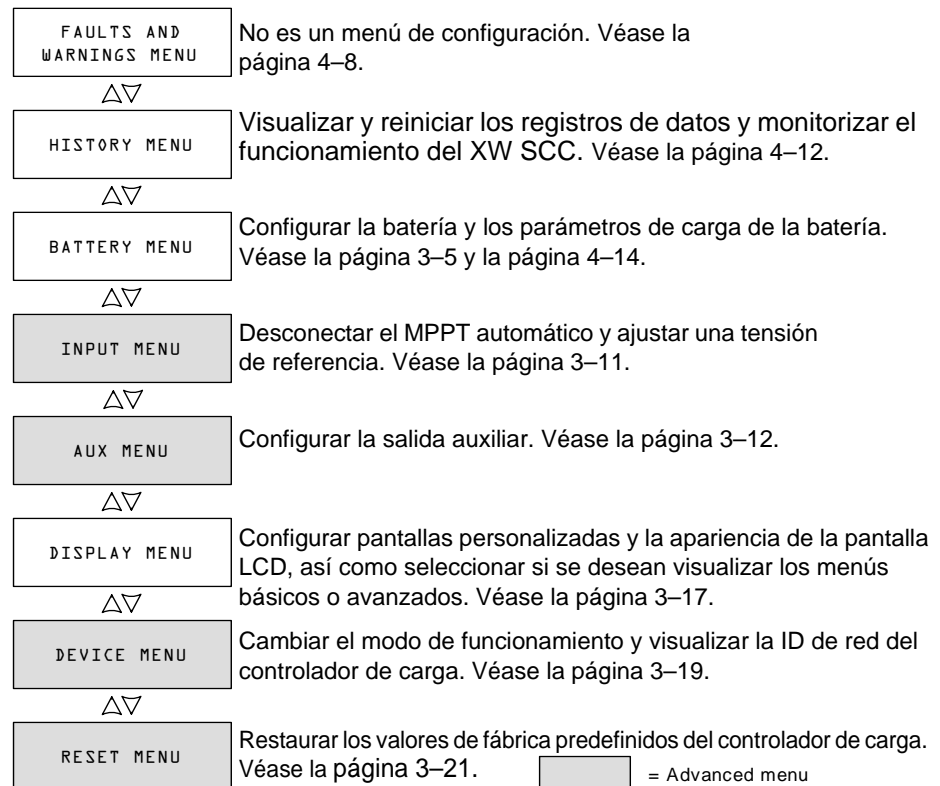
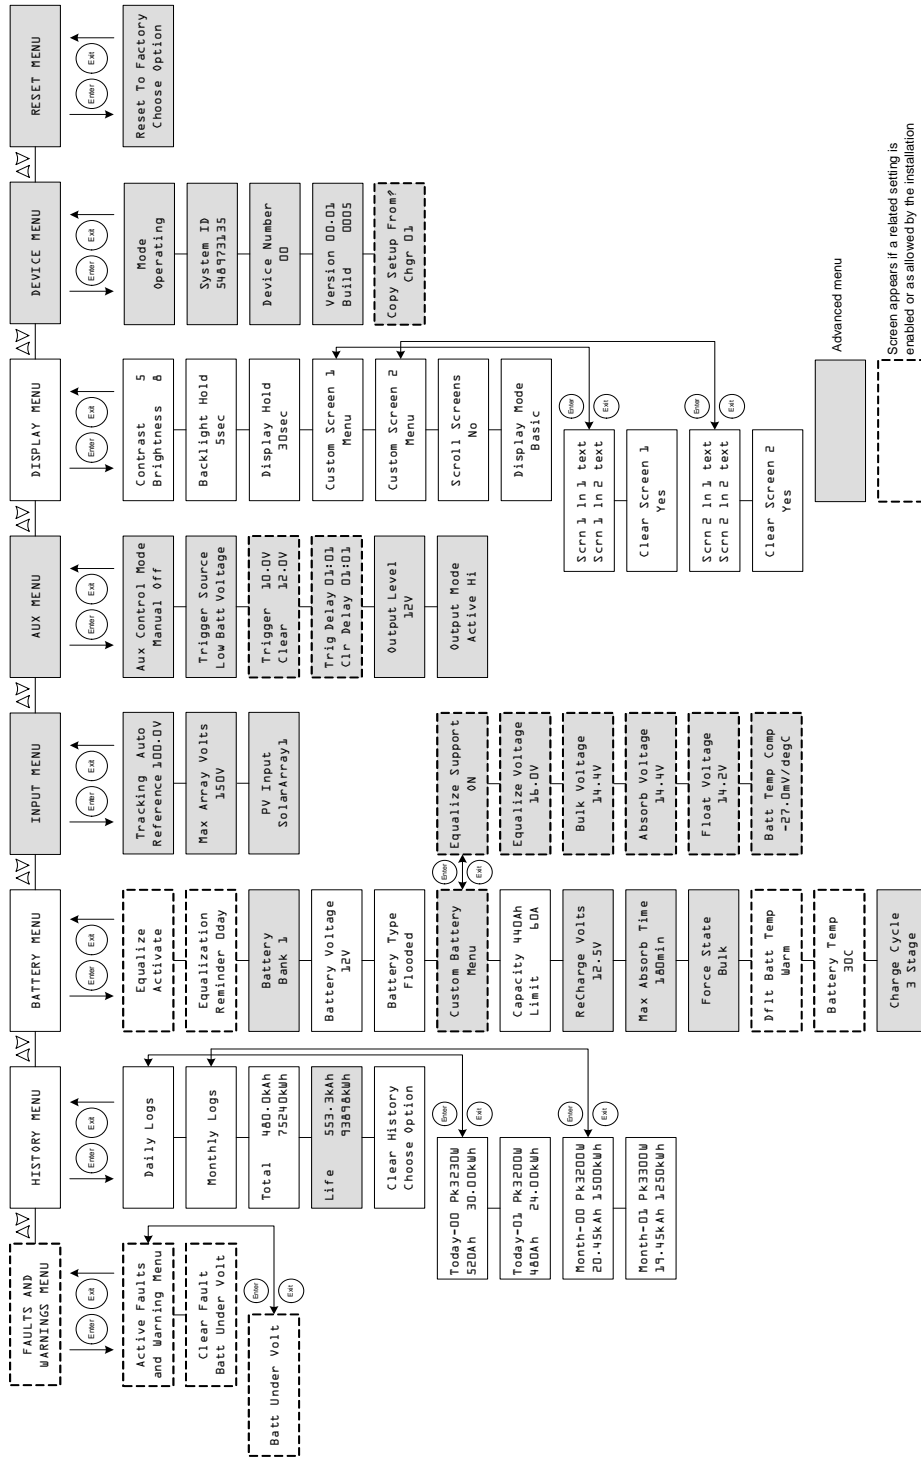

Figura 3-1 Pantallas de selección del menú Configuration (configuración)
Figura 3-2 Menús de configuración completos
**Nota:** Si necesita comprobar el número de dispositivo de la unidad que configuró anteriormente, diríjase al menú Device y vaya a la pantalla Device Number. Véase Figura 3-2, “Menús de configuración completos” en la página 3-4. Tenga en cuenta que el menú Device solamente es visible cuando Display Mode (modo de visualización) está configurado como Advanced (avanzado).
Los menús de configuración y monitorización del funcionamiento del XW SCC se muestran en la Figura 3-1 y la Figura 3-2.